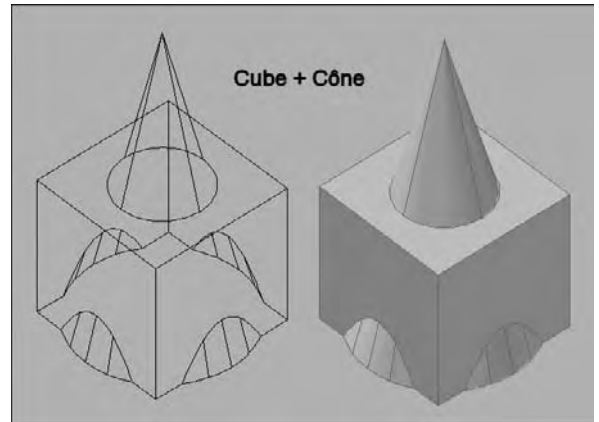

Fig.3.32
- 2] Désignez les objets à réunir puis appuyez sur Enter. Par exemple : un cône et un cube (fig.3.32).